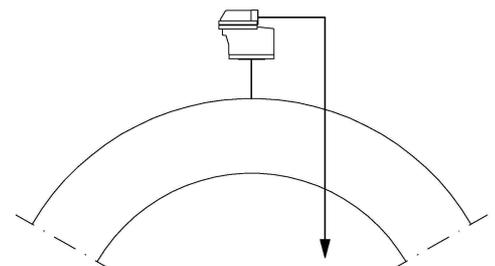

Fig. 4
- Fig. 4: Entlüftung einer Saugleitung mit mehreren Hochpunkten mit Ableitung der Luft zu einer angeschlossenen Vakuumanlage.
- Fig. 4: Venting of a suction pipe with several high points. Discharge of the air to a central vacuum unit.